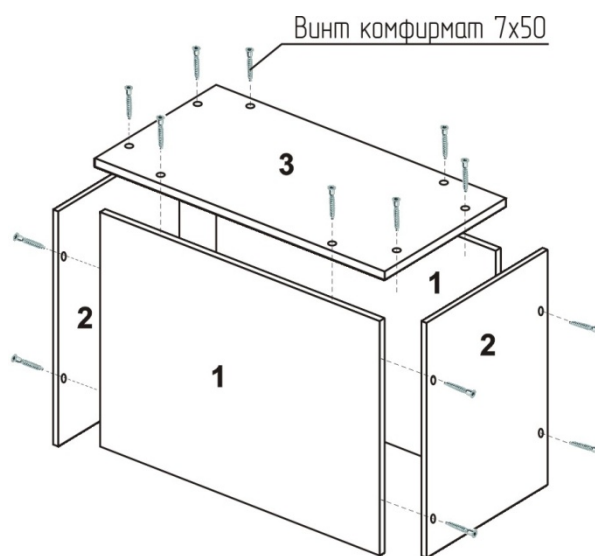

рис. 2
2. К низу тумбы (3) присоединить боковины тумбы (1), используя винт конфирмат 7x50. Боковина (2) так же закрепить винтами конфирмат 7x50 к низу тумбы (3) и к установленным боковинам (1) (рис.2).